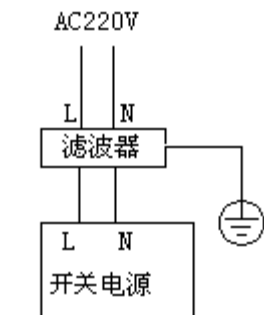

图 1-4
- 1: CNC 要远离产生干扰的设备（如变频器、交流接触器、静电发生器、高压发生器以及动力线路的分段装置等。）同时，开关电源要单独接入滤波器来提高 CNC 的抗干扰能力（如图1-4）。